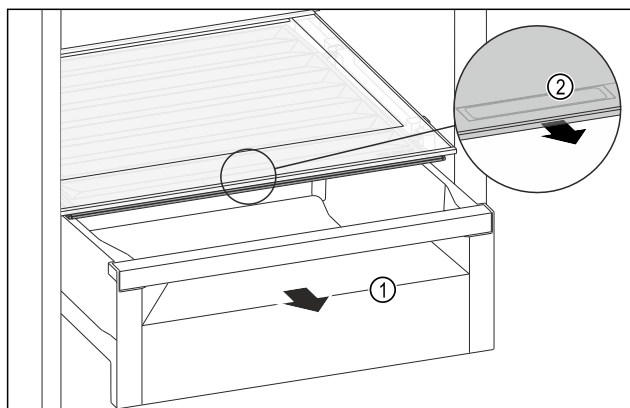

Fig. 212
- Tërhiqni jashtë sirtarin Fig. 212 (1).
- Kapni dorezën e futur Fig. 212 (2) në kapakun e ndarjes dhe në të njëjtën kohë tërhiqni përpara kapakun e ndarjes.